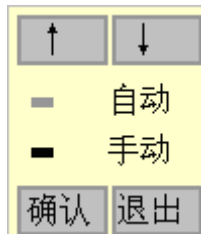

图 3.6 测试方式选择
- 7、测试方式：用户可以在自动测试和手动测试之间选择，如图 3.6 所示，手动是指在基桩检测过程中，只能用人工逐点采集的方式进行测试，自动则是指在测试过程中，用提升装置自动进行数据自动采集记录，按 、 键移动光标选择，按  键则选中当前的测试方式。在单、双通道超声波检测仪(C61、C62)中只有手动方式，只有在自动测桩仪中才可以在手动和自动之间选择。